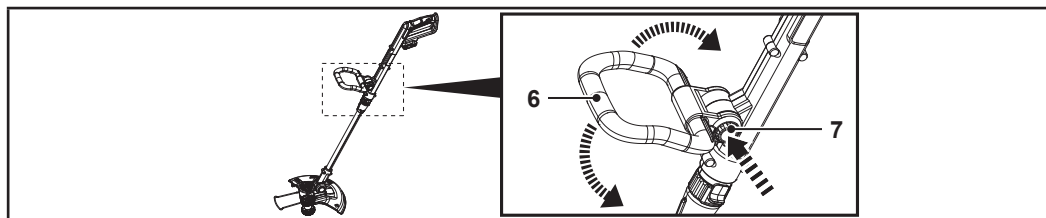

Fig. 5
1. Apasă elementul de blocare a mânerului auxiliar (7) (fig. 5).
2. Reglează mânerul auxiliar (6) (fig. 5).
3. Eliberează elementul de blocare a mânerului auxiliar (7).
4. Asigură-te că mânerul auxiliar (6) se blochează în poziție.